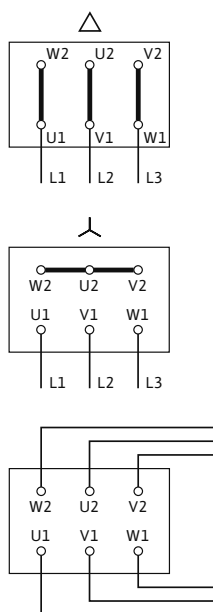

Fig. 17: Ηλεκτρική σύνδεση
Το σχέδιο για την ηλεκτρική σύνδεση βρίσκεται στο καπάκι του κουτιού ακροδεκτών (βλ. επίσης Fig. 17).
- Η ηλεκτρική σύνδεση εξαρτάται από την ισχύ του κινητήρα P2, την τάση του ηλεκτρικού δικτύου και τον τρόπο ενεργοποίησης. Η απαιτούμενη σύνδεση των συνδετικών γεφυρών στο κουτί ακροδεκτών αναφέρεται στην παρακάτω παράθεση «Πίνακας 4: Αντιστοίχιση των ακροδεκτών σύνδεσης» στη σελίδα 20 καθώς και στην Fig. 17.